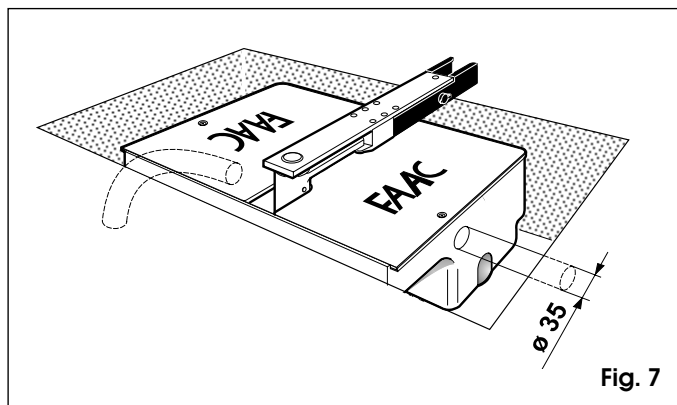

Fig. 7
- 3) Poser un tube de PVC de 35 mm de diamètre pour le passage d'un câble à 4 conducteurs, pour alimenter la platine électronique de commande (fig. 7);
D'autre part, il est recommandé de prévoir un tube de drainage pour l'eau pluviale relié à un conduit d'évacuation (fig. 7).